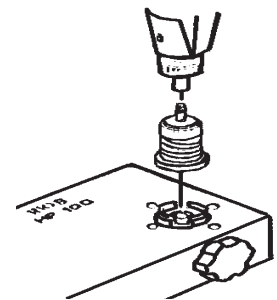
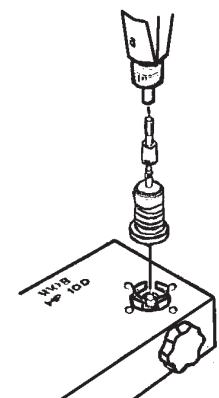

Abb. 1
Abb. 2
- Setzen Sie den Fidaptor in den Sockel des Messgerätes und geben Sie die Bitaufnahme des Schraubers, der gemessen werden soll, auf den Kopf des Fidaptors (Abb. 1). Passt die Bitaufnahme nicht zum Hios-Schaft des Messgeräts, benutzen Sie ein Zwischenstück (Abb. 2)
- Überprüfen des Ausgangsdrehmoment durch Wiederholen der obigen Schritte. Um das Drehmoment zu setzen, lösen oder ziehen Sie den Drehmomenteinstellring des Schraubers an und setzen Sie es auf den entsprechenden Ausgang, indem Sie das Ablesen beim Anziehen überwachen - siehe Ausgangsdrehmomente. (Abb. 2)